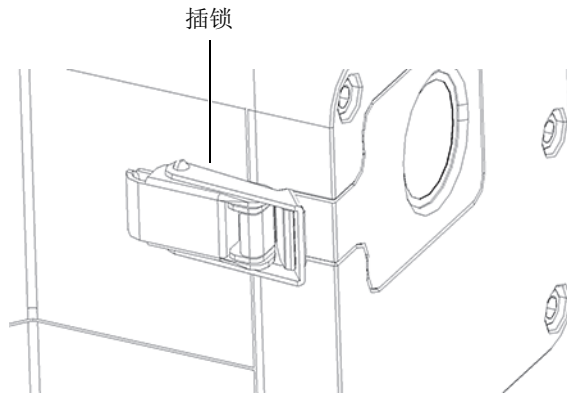

图 4-1 窗口面板的插锁
2. 找到位于仪器前部的窗口面板插锁（参见第57页的图 4-1）。